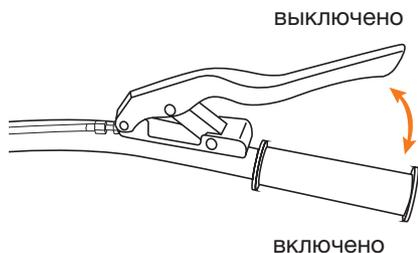

Рис. 13
Сцепление мотоблока обеспечивает передачу крутящего момента двигателя к редуктору. Когда ручка сцепления нажата, сцепление включено, крутящий момент передается на редуктор. При отпущенной ручке сцепления редуктор отключается от двигателя (Рис. 13).
- Плавно нажмите рычаг сцепления (Рис. 13) и начните движение.